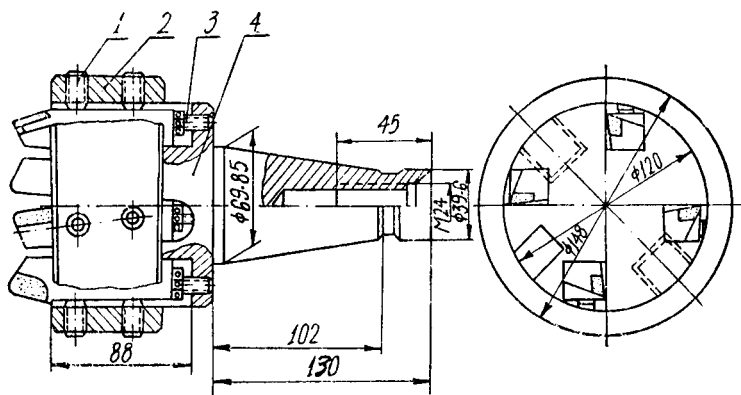

图1 装配式硬质合金端铣刀
(1) 图 1 在刀体 4 上开有五个径向为 0° ，轴向为 5° 的倾斜明槽。工作时可安装四把粗切刀头和一把精切刀头。在刀体 4 上压入一个 14 毫米厚的钢环 2，在钢环上装有五对 $M18 \times 1.5$ 的内六角螺钉 1，以便压紧刀头。刀槽的上端有对刀螺钉 3，以备刀头刃磨后对刀和在轴向起支承作用；
(2) 刀头采取体外刃磨结构，不需专用刃磨机床。